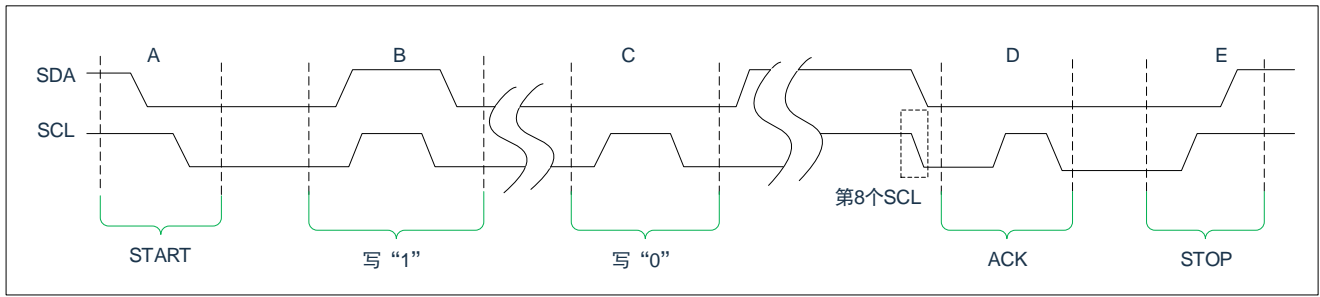

图 2-1: CMS1650 通信协议
- 开始信号: 保持 SCL 为 “1” 电平, SDA 从 “1” 跳 “0”, 认为是开始信号, 如 (图 2-1) A 段;
- 结束信号: 保持 SCL 为 “1” 电平, SDA 从 “0” 跳 “1”, 认为是结束信号, 如 (图 2-1) E 段;
- 写 “1”: 保持 SDA 为 “1” 电平, SCL 从 “0” 跳到 “1”, 再从 “1” 跳到 “0”, 则认为是写入 “1” 如 (图 2-1) B 段。
- 写 “0”: 保持 SDA 为 “0” 电平, SCL 从 “0” 跳到 “1”, 再从 “1” 跳到 “0”, 则认为是写入 “0” 如 (图 2-1) C 段。